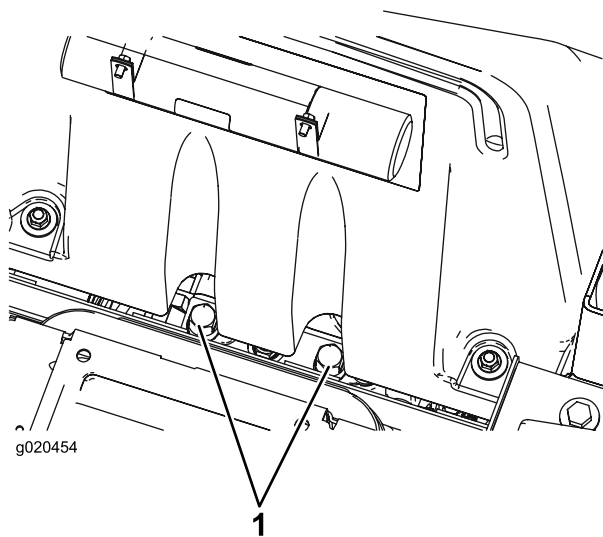

Figure 57
1. Soulevez le siège et localisez les vannes de dérivation qui sont situées sous l'avant du réservoir de carburant (Figure 57).